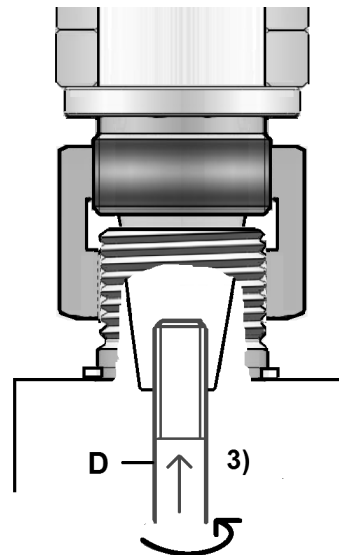

Fig 12
3) Insérer la vis de serrage (D, Fig 12&13) par dessous dans l'arbre et serrer avec la clé à fourche livrée.
La vis de serrage (D, Fig 12&13) doit être retirée en premier.